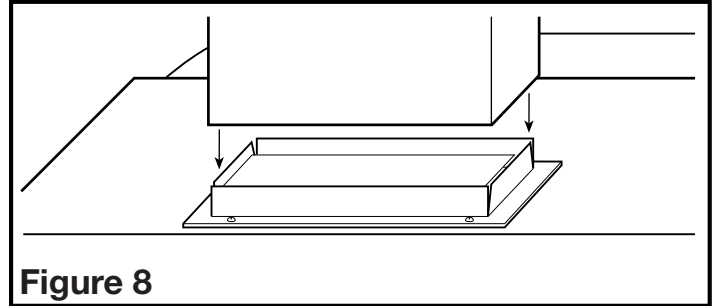

Figure 8
1. Connectez la canalisation au col du conduit de la hotte. Assurez-vous que les joints des conduits et les pénétrations extérieures sont scellés avec du mastic ou tout autre matériau similaire pour créer un passage d'air étanche afin de minimiser la perte ou le gain de chaleur et réduire le risque de condensation. Placez / enveloppez l'isolant autour du conduit et / ou ventilateur afin de minimiser la possibilité d'accumulation de condensation à l'intérieur du conduit, ainsi que la perte ou le gain de chaleur (**Figure 8**).